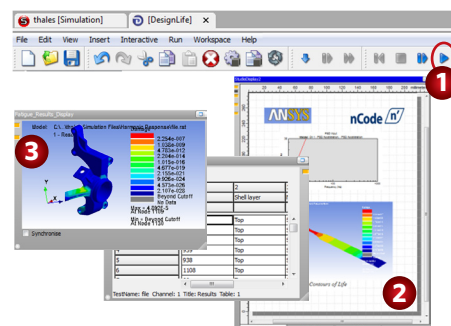

Figura 12 - Análise e Resultados.
O botão indicado na figura 12 (1) dá início aos cálculos que, concluídos, irão povoar as três janelas (2) abaixo. A primeira das janelas contém a vida resultante do componente devido ao tempo de exposição à aceleração PSD. A segunda contém uma tabela listando os nós mais danificados (pode ser exportada). A terceira contém um pequeno relatório, chamado Studio Display.
Os resultados podem ser visualizados na forma de vida ou dano. Basta um clique na janela FE Display, figura 12 (3), selecionando "properties". Lá o usuário encontrará ferramentas para ajuste da visualização gráfica (legenda, formato, etc).